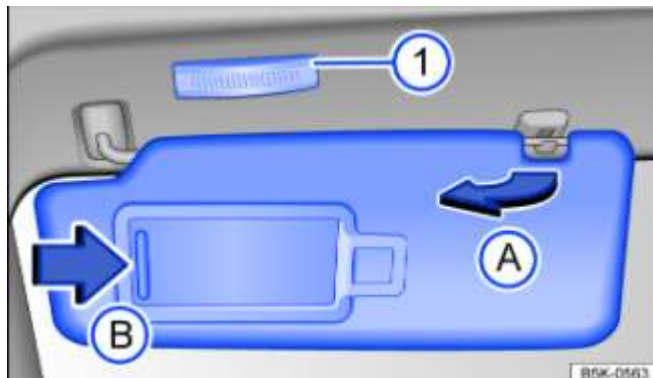

Fig. 94 Dans le ciel de pavillon, à l'avant : pare-soleil
- Retrait hors du support et basculement vers la porte → Fig. 94 (A)
Un miroir de courtoisie se trouve dans le pare-soleil rabattu vers le bas, derrière un volet d'occultation. Lorsque vous ouvrez le cache → Fig. 94 (B), l'éclaireur → Fig. 94 (1) s'allume.